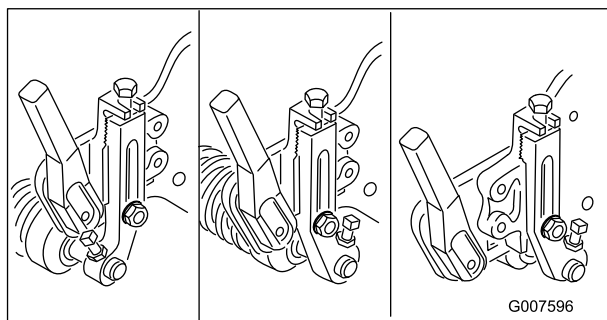

Figure 51
**Remarque:** Le rouleau avant possède 3 positions de réglage (Figure 51) selon l'application et les besoins de l'utilisateur.